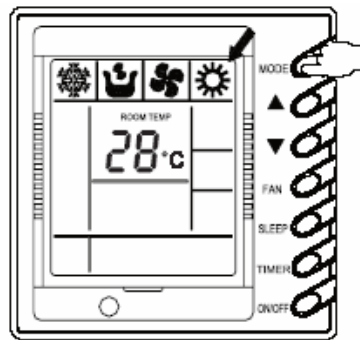

Fig. 22
1.6 Ajustes de modos de funcionamento (Fig.22)